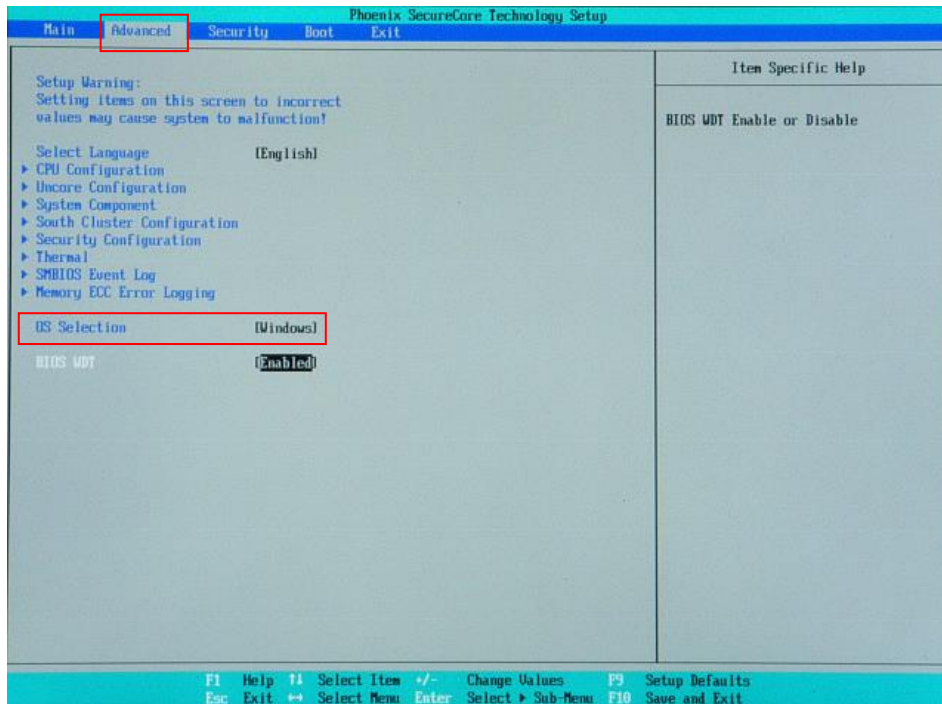

図 5-1-4-1. BIOS 設定 Advanced メニュー
- ④ [Boot]メニューを選択します。(図 5-1-4-2)
- ⑤ [ATA HDD0] (m-SATA メインストレージ) を [USB HDD] (リカバリ USB) よりも上に設定します。